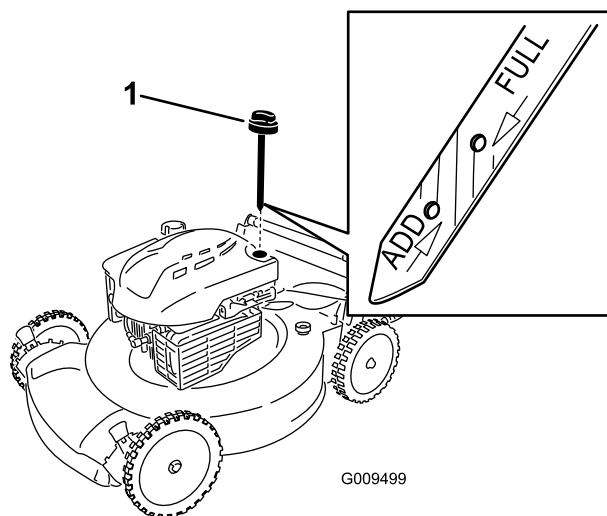

Figure 8
5. Sortez de nouveau la jauge et vérifiez le niveau d'huile ; voir Figure 8.
2. Retirez la jauge (Figure 8).